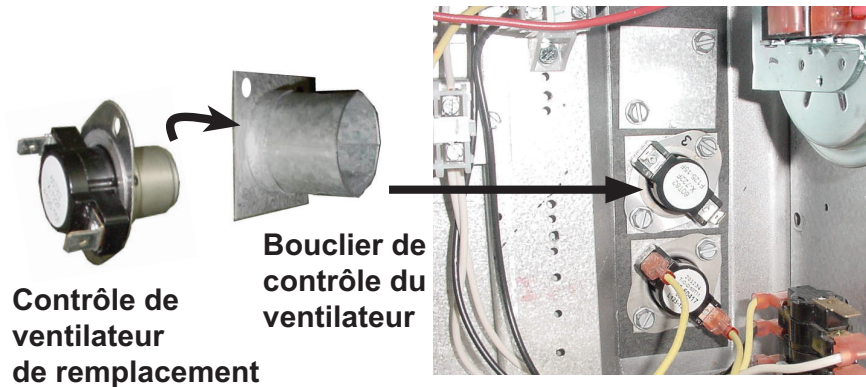

Figure 29. Contrôle de ventilateur de remplacement et bouclier de contrôle de ventilateur
6. Installer la contr le de ventilateur de remplacement (voir Figure 29) :